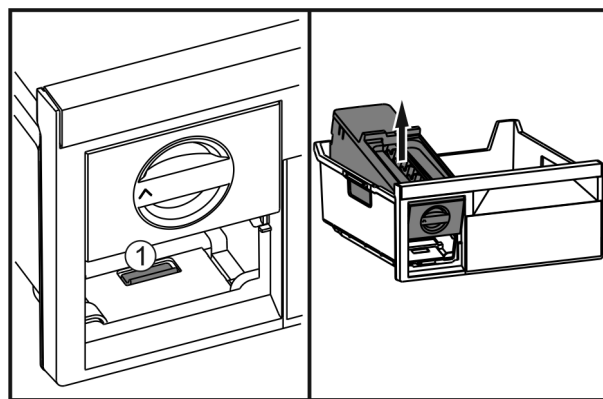

Fig. 38
- ▶ Stlačte západku *Fig. 38 (1)*, EasyTwist-Ice zezadu zvedněte a vyjměte z mrazicí zásuvky.